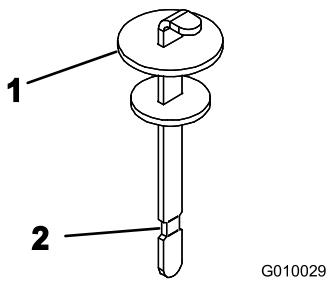

Figure 19
- Dévissez la jauge du goulot de remplissage et essuyez-la sur un chiffon propre. Remettez la jauge dans le goulot de remplissage, ressortez-la et contrôlez le niveau de liquide. Le liquide doit atteindre le repère sur la jauge (Figure 19).